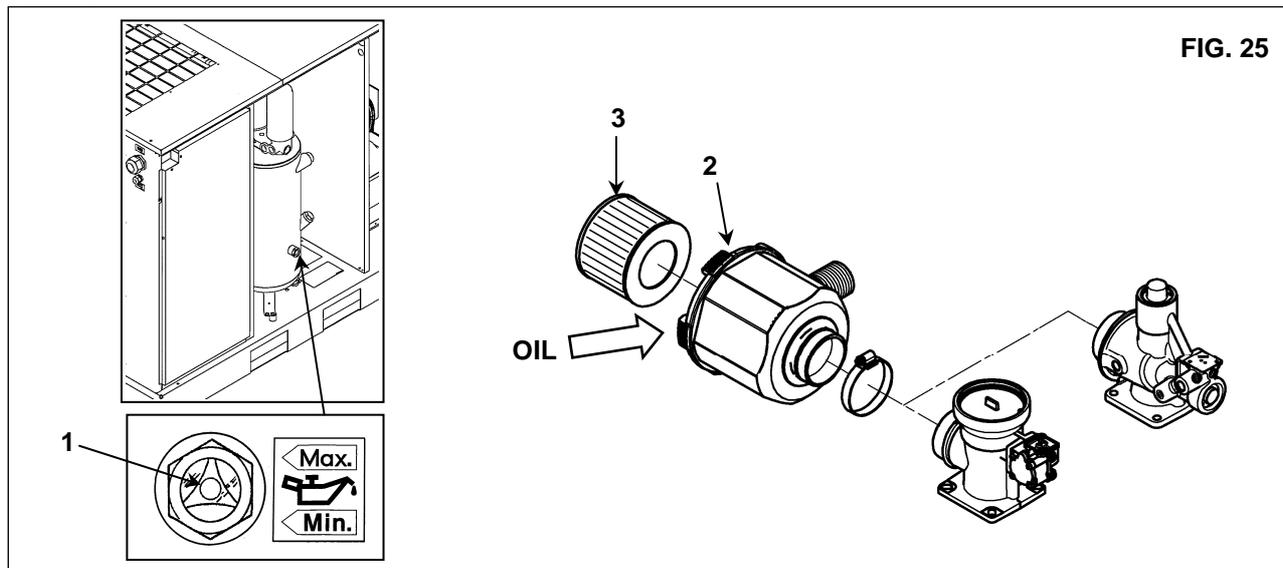

FIG. 25
Controllare il livello d'olio Rif. 1 Fig. 25, la macchina è fornita con il pieno d'olio; se il livello d'olio non è come previsto, provvedere al rabbocco con olio identico a quello originale. Se il tempo intercorso fra il collaudo in fabbrica e la data di installazione è superiore a 3 mesi, rilubrificare il gruppo vite prima della messa in marcia, seguendo la seguente procedura:
- Togliere il coperchio Rif. 2 Fig. 25
- Togliere il filtro aria Rif. 3 Fig. 25
- Rimontare il filtro aria Rif. 3 Fig. 25
- Rimontare il coperchio Rif. 2 Fig. 25